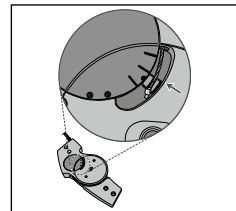

Fig. 10
16. Far scorrere l'interruttore del satellite nella Posizione Automatica (Modalità 1) **(vedere la Fig. 1)** e verificare all'interno dell'Unità Funzionale del giunto se la parte superiore del Braccio di leva si è spostata e ora è parallela al marcatore centrale **(vedere la Fig. 10)**.